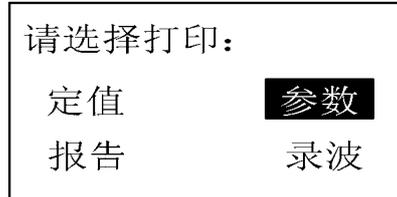

图 10-18 打印子菜单
10.2.9 “打印”：通过该菜单可实现装置打印功能，该菜单分四个子菜单(见图 10-18)，分别打印出装置定值、参数、报告、录波。